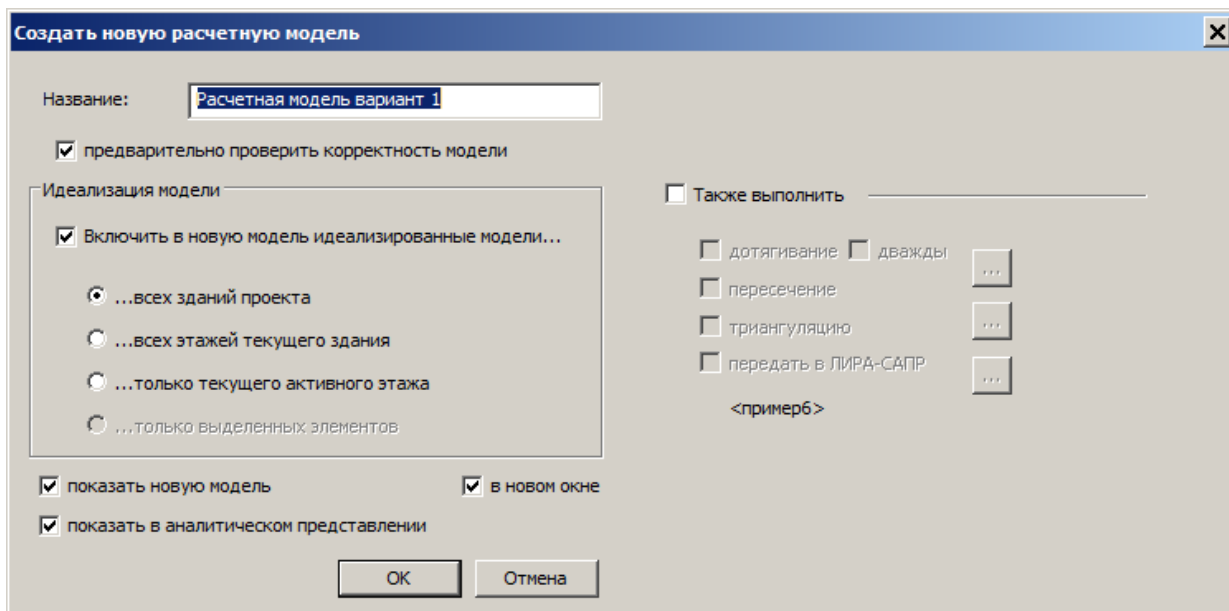

Рис.15.1. Диалоговое окно Создать новую расчетную модель
- Вызовите диалоговое окно **Расчетная модель** (рис.15.1) щелчком по кнопке  на вкладке **Аналитика**.